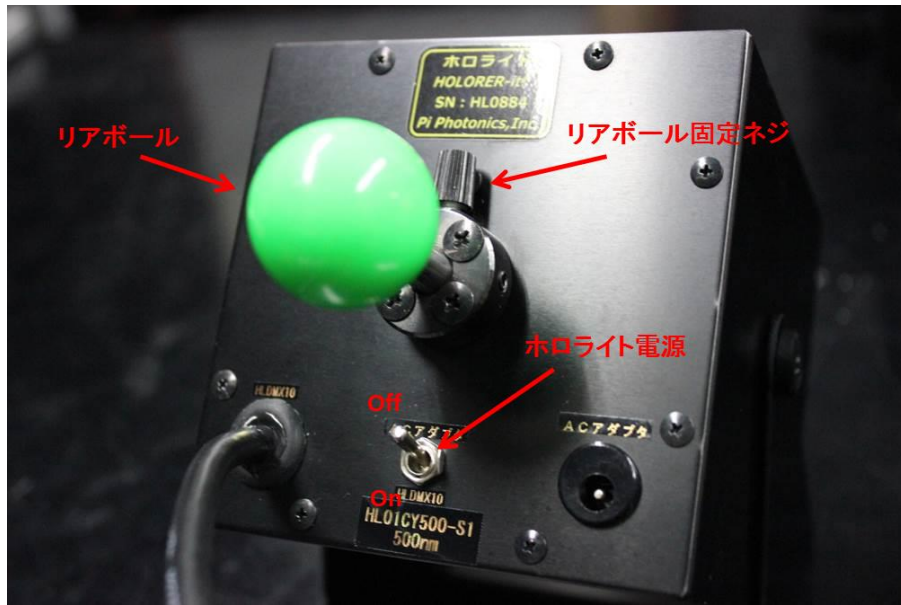

図 2. ホロライト背面
- ③電源ボックス、DMX コントローラー、各ホロライト(図 2)のスイッチを入れる。
- ④DMX コントローラーの MASTER ボリュームを最大値まであげる。
- ⑤以下の操作により、光強度、照射領域を調整する。